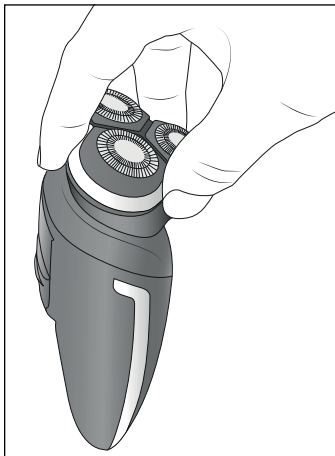

Fig. 2
- 1) Hold i skæreenheden **2** med tre fingre på holddefordybningerne **3**, og tag den af (se fig. 2).